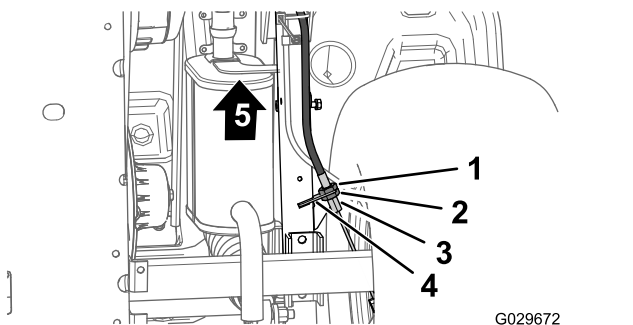

Figura 66
- Na parte inferior da máquina, desaperte a porca de bloqueio traseira para o ajustador roscado do cabo do travã 1/2o de estacionamento 4 voltas (Figura 66).
- Aperte a porca dianteira (Figura 66).
- Desaperte a porca de bloqueio frontal (Figura 66) para o ajustador roscado do cabo do travã 1/2o de estacionamento 1 volta.
- Aperte a porca traseira (Figura 66).
- Desaperte a porca de bloqueio traseira (Figura 66) para o ajustador roscado do cabo do travã 1/2o de estacionamento 1 volta.